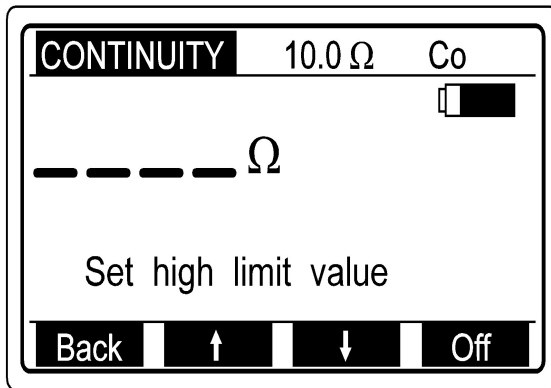

Fig. 19: Menu de réglage de la limite
- Appuyez sur la touche "Back" (F1) après avoir programmé la valeur limite pour retourner au menu initial de résistance de terre (cfr. fig. 19).